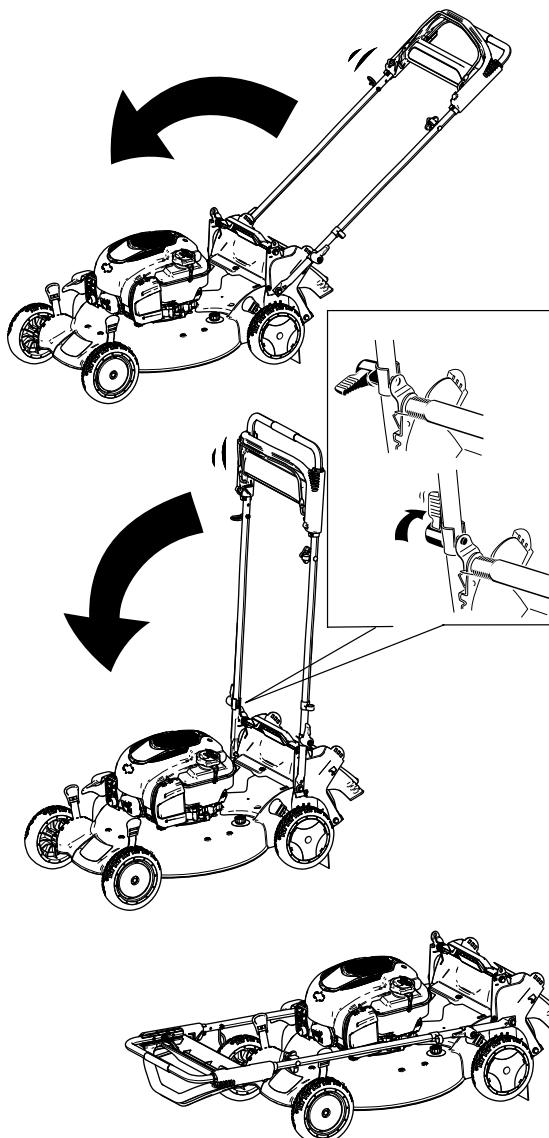

**Рисунок 29**
1. Снимите кнопку электрического запуска, как показано на Рисунок 29 (только для модели с электрическим запуском).